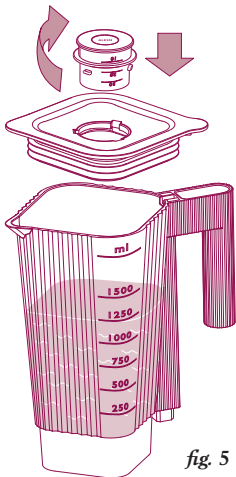

fig. 5
- Riposizionate il coperchio sulla caraffa e inserite il tappo dosatore. Per inserire il tappo dosatore sul coperchio, fate combaciare le alette presenti sulle pareti del dosatore con le scanalature presenti sul foro del coperchio. Una volta inserito ruotate il dosatore in senso orario per completare la chiusura. (fig.5) Il tappo dosatore può essere usato sia per dosare agevolmente gli ingredienti e sia per inserirli nella caraffa, quando il frullatore è in funzione.